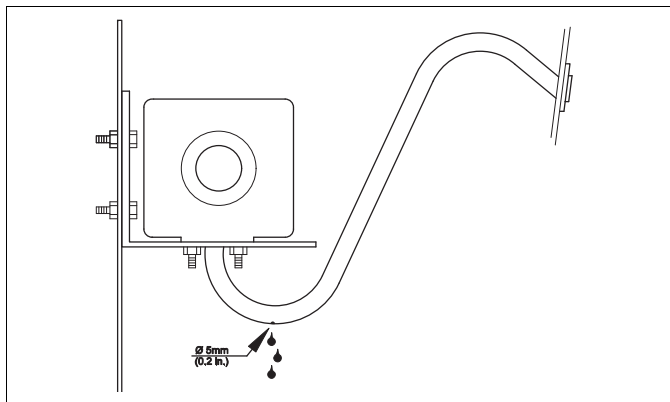

bild 26 Sugledning för förbränningsluft inte i färdriktning
- ▶ Gör dräneringshållet på det lägsta stället enligt bild 26.